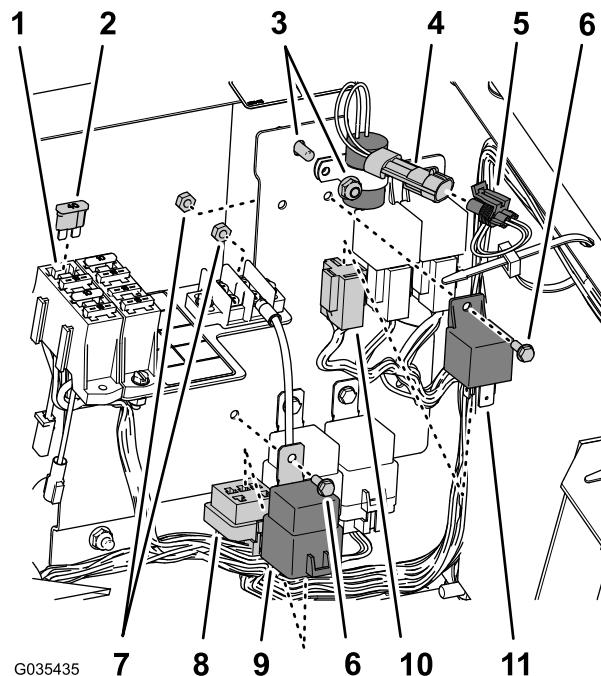
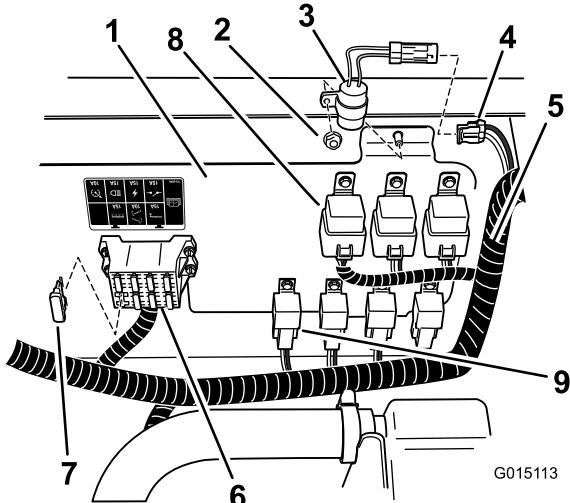
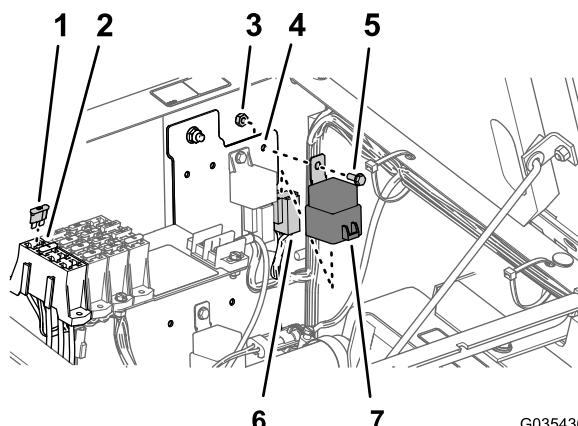

图34
图33
图35
- 用配电板上的锁紧螺母将延时计时器安装到图33 或图34 所示的位置。
- 将计时器连接至机器线束标有延时计时器的 2 插槽接头 图33 或图34。
- 如图33、图34 或图35 所示在保险丝盒的空槽中安上安保险丝40A。
- 找到和同一继电器款式相同的继电器和电源继电器并用 2 个凸缘头螺栓#10-24 x 1/2 英寸和 2 个锁紧螺母#10-24 将其安装到配电板上图33、图34 或图35。
- 如图33、图34 或图35 所示找到主线束的 4 插槽接头和 5 插槽接头将它们连接到继电器4 针和电源继电器5 针上。